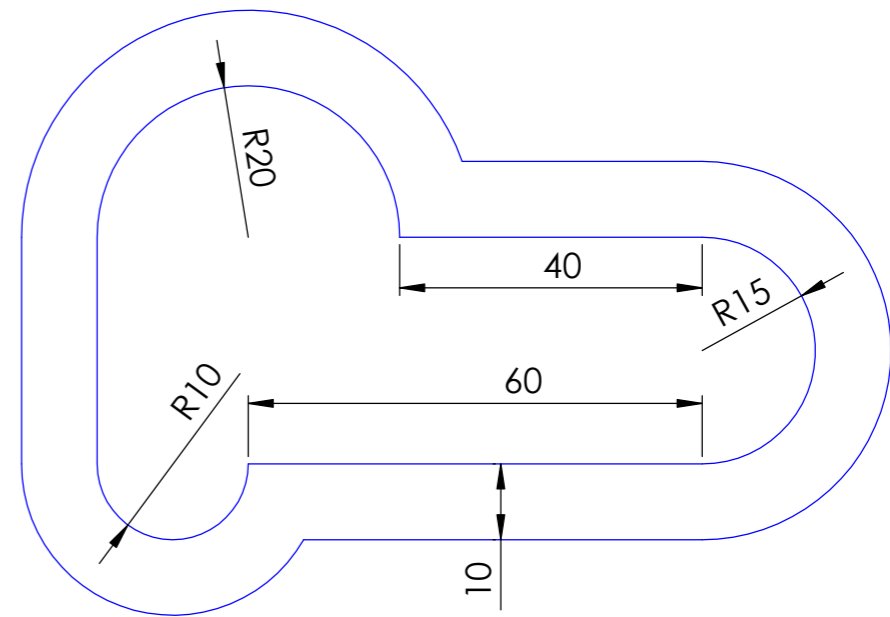

figure 1
- **Révolution** pour la figure 1,